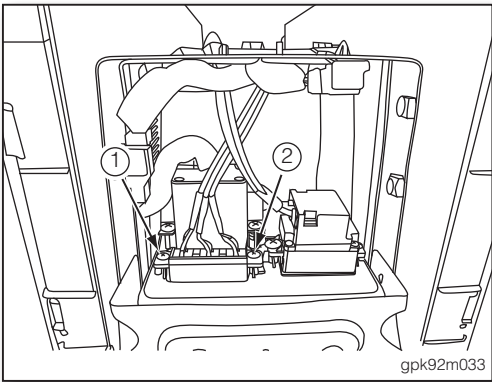

图 5
- 4. 由中央扶手后方, 拆下 AV 影音接头 (AUX1) 的固定螺丝 ①、② (如图 5)。